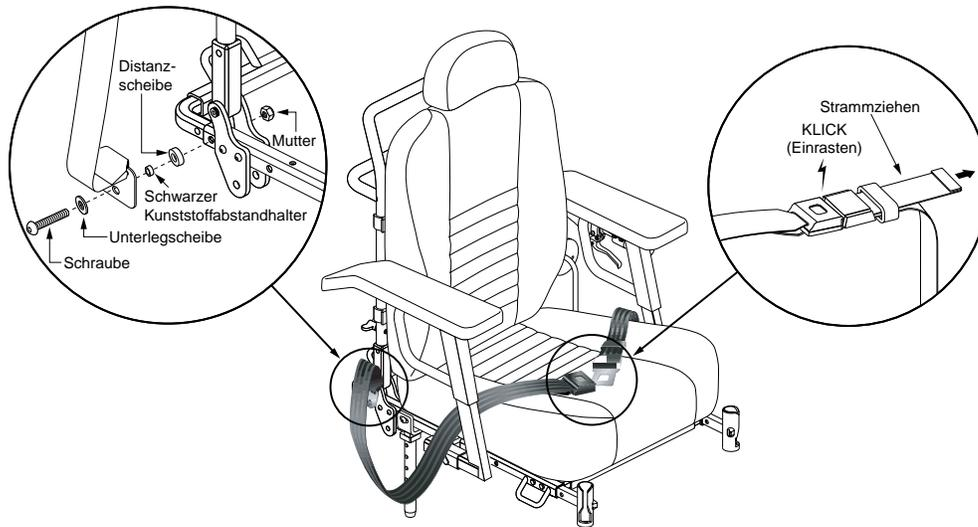

Abbildung 30. Einbau und Anpassung des Rückhaltegurtes
1. Führen Sie die Schraube durch die Unterlegscheibe und die Befestigungslasche am Ende des Rückhaltegurtes. Siehe Abbildung 30.